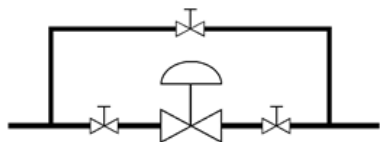

Рис. 3 Типовая монтажная схема
2) Для проверки затвора, его обслуживания или демонтажа без остановки технологического процесса, установите по обеим сторонам затвора дискового серии NTD ручные запорные клапаны, а также ручной дроссельный клапан на байпасной линии (см. Рис. 3).